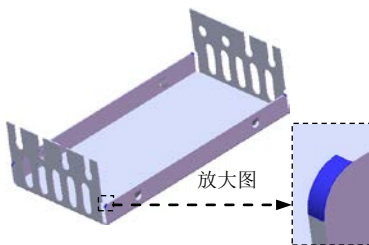
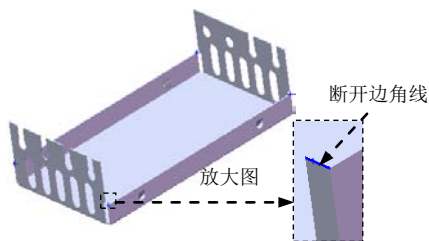

图 11.3.40 断开一边角 1
图 11.3.41 断开边角线
Step16. 创建图 11.3.40 所示的钣金特征——断开一边角 1。
- (1) 选择命令。选择下拉菜单 **插入(I)** → **钣金(B)** → **断裂边角(E)...** 命令（或单击“钣金”工具栏中的  按钮）。
- (2) 定义折断边角选项。激活 **折断边角选项(B)** 区域的 ，选取图 11.3.41 所示的各边线。在 **折断类型:** 文本框中选取“圆角”按钮 。在  文本框中输入圆角半径值 1.0。
- (3) 单击  按钮，完成断开一边角 1 的创建。